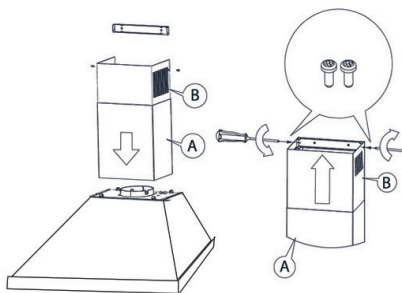

Рис. 3
3. Соедините воздуховод с адаптером вытяжки. Выведите другой конец воздуховода в вентиляционную шахту. Убедитесь в отсутствии щелей в соединениях (Рис. 3).
4. Установите короба воздуховода и зафиксируйте их винтами из монтажного комплекта (Рис. 3).